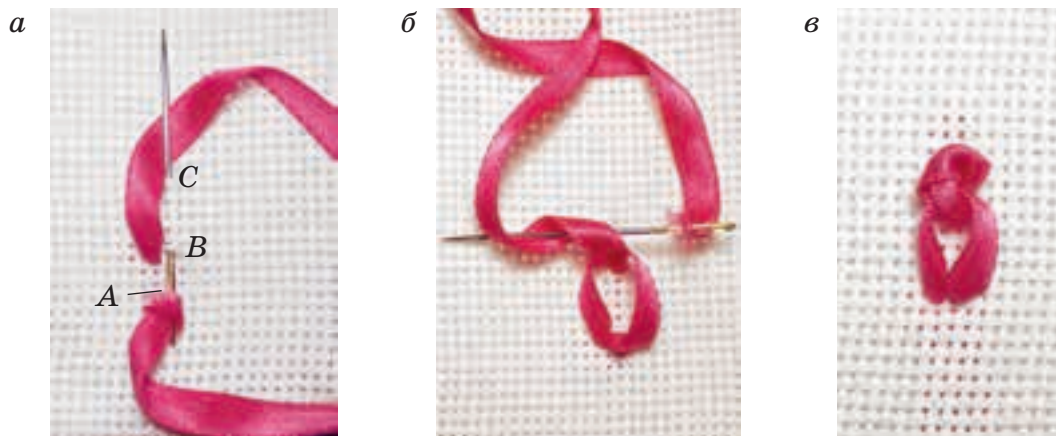

Рис. 36. Шов «петля с французским узелком»
Выполнение шва «петля с французским узелком» (рис. 36).
1. Протяни иглоку с лентой на лицевую сторону канвы в точке *A*. Вколи иглоку в соседнюю клеточку в точке *B*. Выведи её выше на выбранном расстоянии в точке *C*. Обвей лентой конец иглоку. Вытяни иглоку на лицевую сторону и медленно подтягивай ленту, формируя петлю (рис. 36, *a*).
2. Протянутую ленту дважды обвей вокруг иглоку. Проведи иглоку через витки, удерживая их пальцами левой руки на канве (рис. 36, *б*).
3. Сформировав узелок, иглоку с ленточкой протяни на изнаночную сторону. Сделай прокол под узелком (рис. 36, *в*).